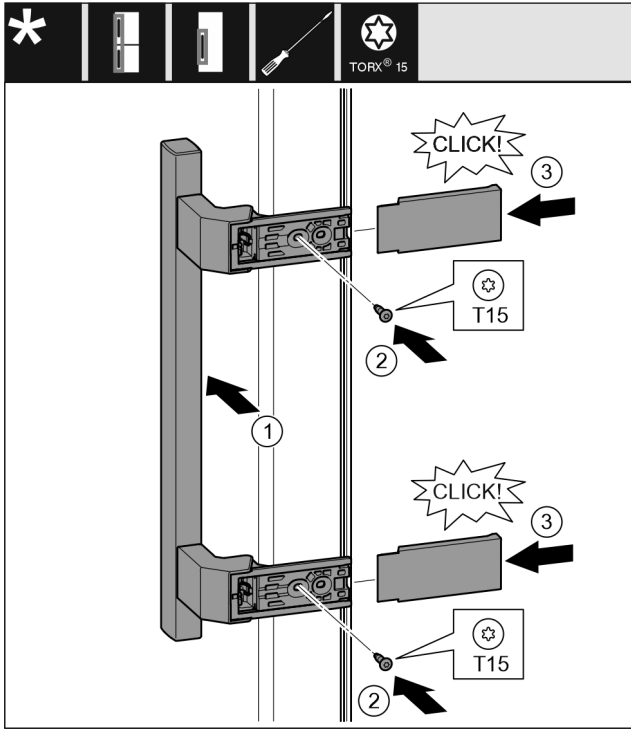

Fig. 15
- Aseta kahva vastapäiselle puolelle. Fig. 15 (1)
- Kierrä ruuvit kiinni T15-ruuvimeisselillä. Fig. 15 (2)
- Aseta suojukset sivulle ja työnnä paikalleen. Fig. 15 (3)